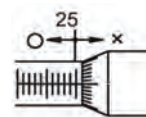

Fig. 2
1. ห้ามหมุนแกนหมุนออกให้ห่างเกินระยะมากที่สุดของช่วงการวัด เพราะอาจทำให้เกิดความเสียหายแก่ดิจิตอลไมโครมิเตอร์บางรุ่นได้ (**Fig. 2**)